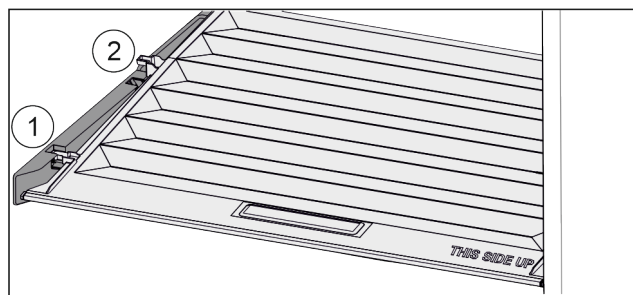

Fig. 78
- ▶ Pokrywę pociągnąć do przodu Fig. 78 (1), aż otworzy się w elementach trzymających.
- ▶ Podnieść tył od dołu i w wyjąć Fig. 78 (2) go do góry.